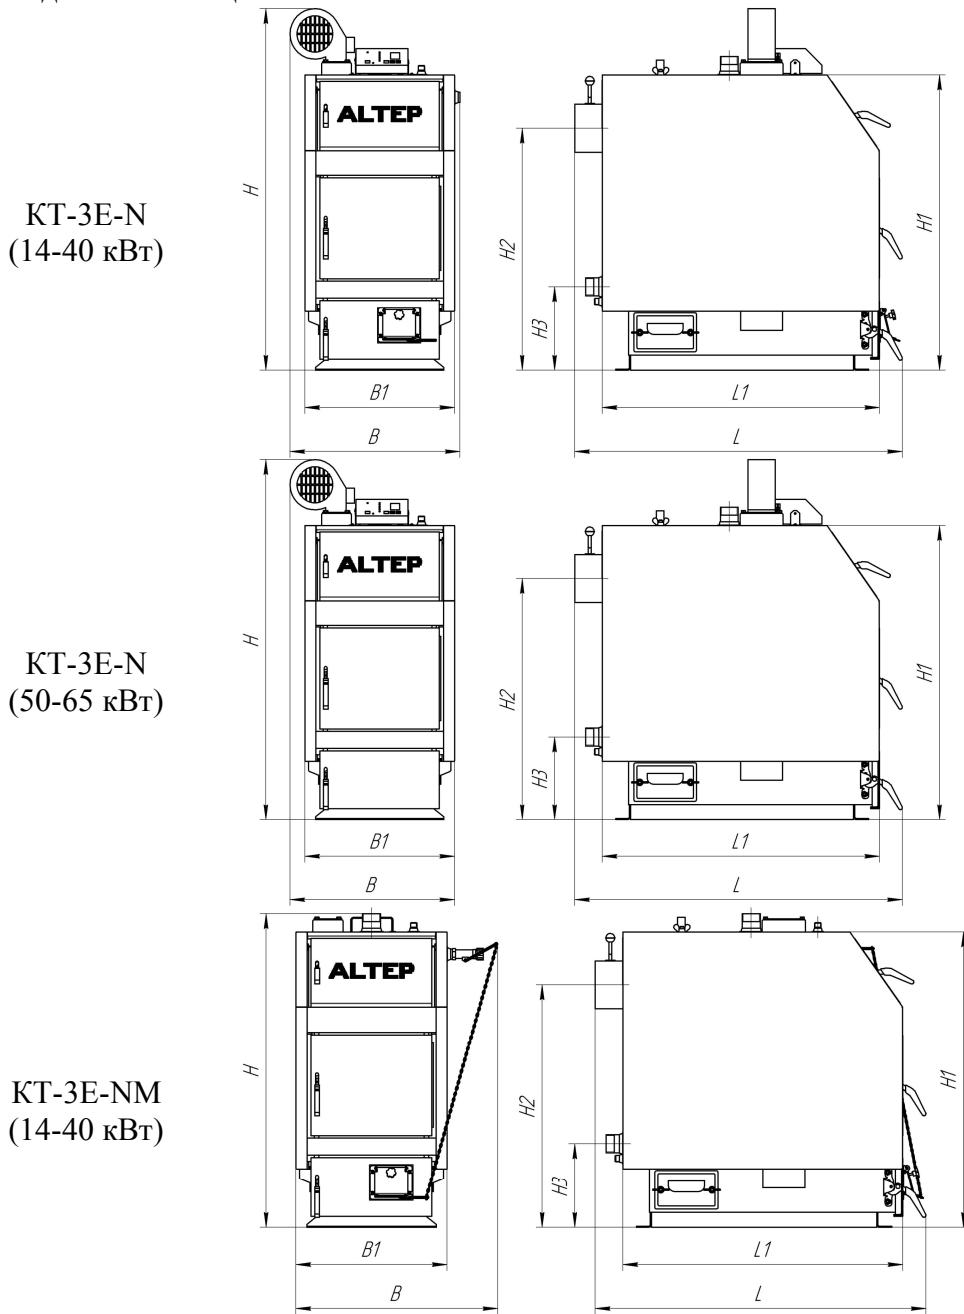

Рисунок 1 – Габаритный чертёж котла типа КТ-3Е-N (NM)
Основные технические характеристики котлов типа КТ-3Е-N (NM) (рисунок 1) приведены в таблице 1.